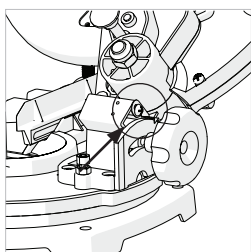

図21B
- ・ ヘッドを左側に傾けて、度数インジケータ (赤い印) に角度目盛りを合わせます。(図21b)